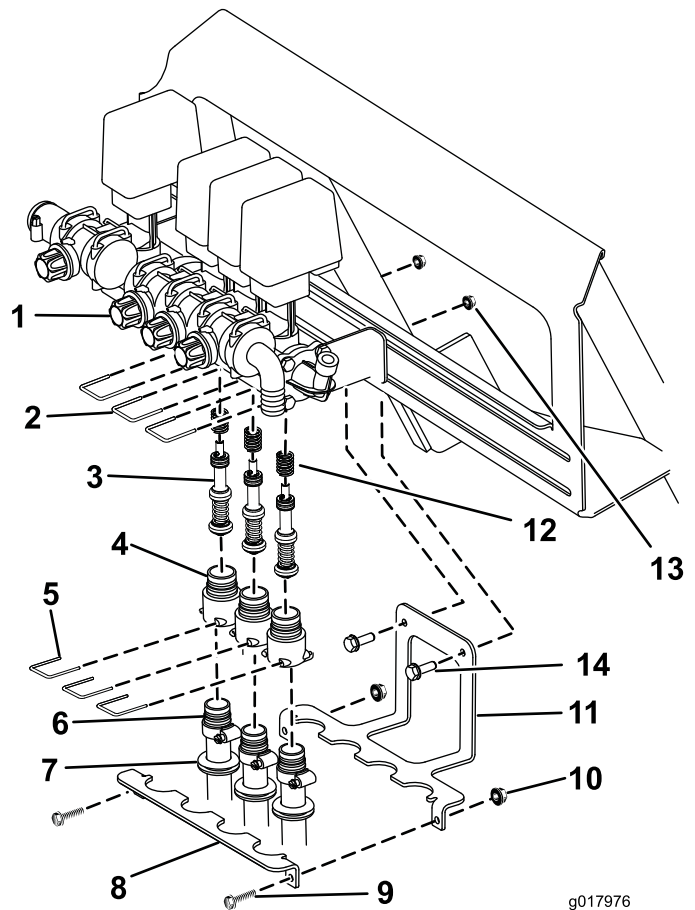

図 1
注 この手順については 図 1 を参照してください。
1. 図 1 のように、機体後部にホーススタビライザ・ブラケットを取り付ける；ボルト（5/16 x 3/4 インチ）（2本）とフランジナット（5/16 インチ）（2個）を使用する。